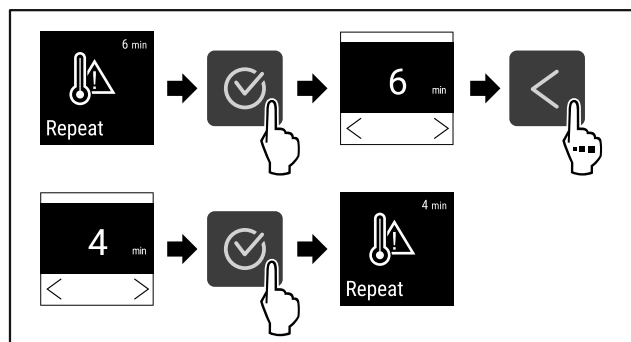

Fig. 129
- ▶ Eseguire i passi (vedere Fig. 129) .